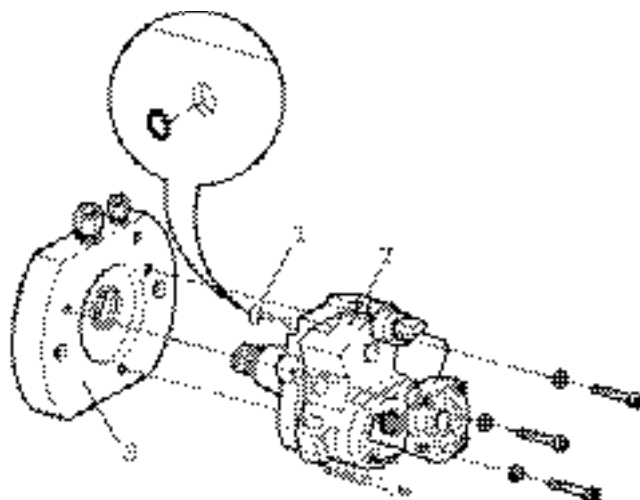

Fig. 8: Насос системы common rail и конический вал
2. В CP 3.4 со смазочной станцией, вставьте уплотнительное кольцо  $\varnothing 10 \times 3$  мм (Рис. 8, Поз. 1) в отверстие подачи масла смазочной станции насоса системы common rail.
3. Установите крепежный фланец (Рис. 8, Поз. 3) на насос системы common rail (Рис. 8, Поз. 2).